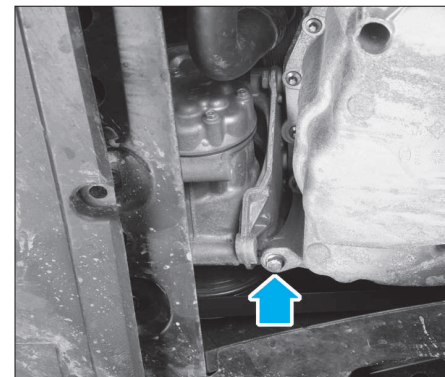

FIG. 44
- la vis de fixation (2) du palier relais sur le carter inférieur,
- la bielle de reprise de couple (3) (sur K9K 764 uniquement),
- la vis fixation du carter inférieur sur le support d'accessoires (uniquement sur version avec climatisation) (Fig.44).